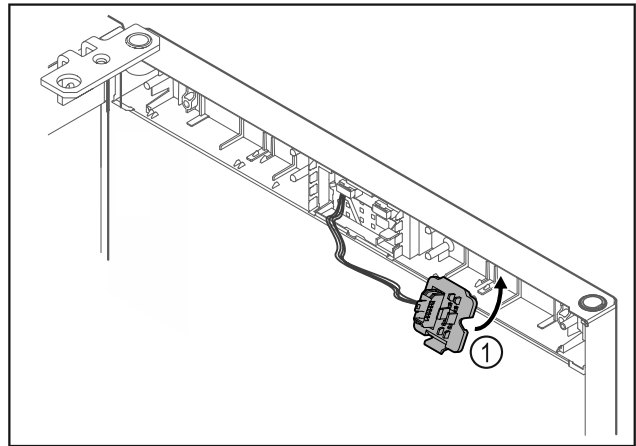

Fig. 12
- Innestare il supporto della spina Fig. 12 [1] sul lato opposto.*